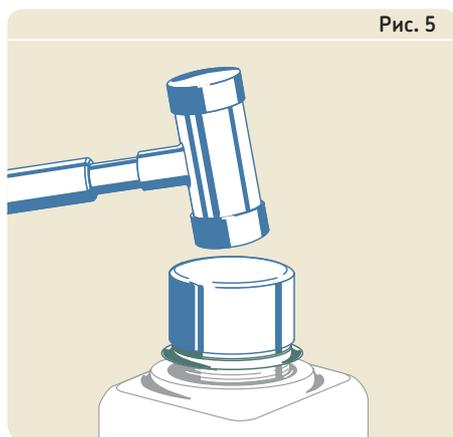

Рис. 5
- 8 Втулку следует монтировать лёгкими ударами по монтажному колпачку до её установки на необходимом месте (→ рис. 5). Если колпачок слишком короткий для установки на место, можно использовать трубу соответствующего диаметра с плоским, без заусенцев, торцом. Убедитесь, что внутренний диаметр трубы совпадает с диаметром монтажного инструмента. Соблюдайте осторожность, чтобы не повредить отшлифованную поверхность наружного диаметра втулки.